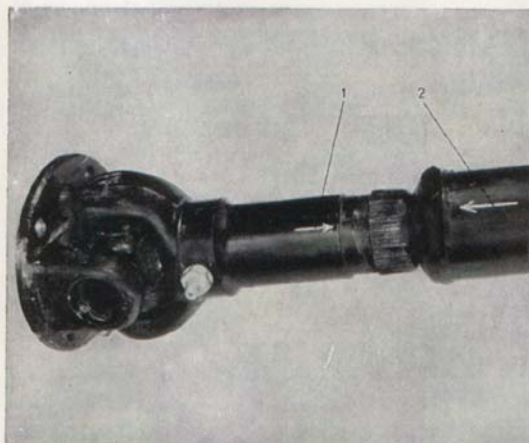

Bild 12. Hopsättning av kardanknut.
Vid *montering* tillses att balanspilarna, bild 12, kommer mitt för varandra samt att endast oskadade läsbleck användes för muttrarna. Medbringarna hopkopplas så att de inslagna märkena överensstämmer.
*Obs!* Då bakre kardanaxelns främre knut skjutes på, måste tillses att den på knuten instansade pilen (1, bild 12) kommer mitt för pilen (2) på axeln. I annat fall uppstår vibrationer då kardanaxeln roterar.